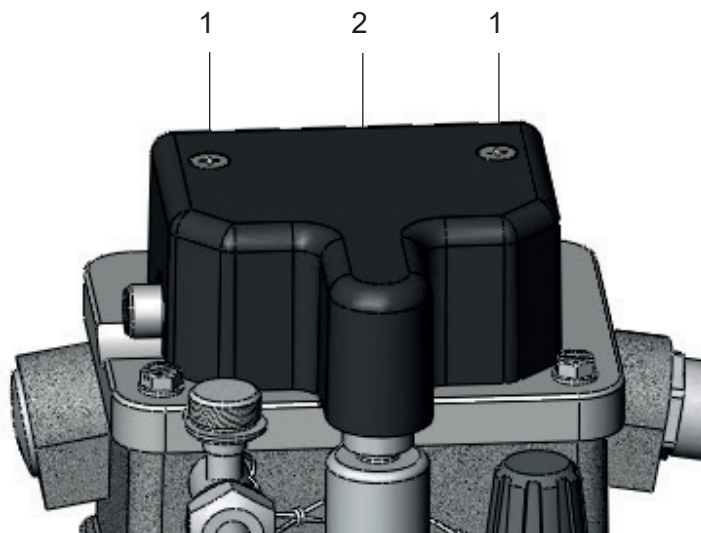

Рис. 4 - Крышка с кожухом
- Отвинтить 4 винта М5 (рис. 4/ № 1)
- Снять кожух (рис. 4/ № 2)